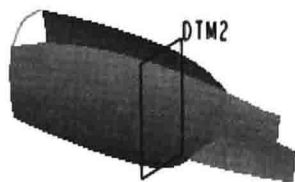

图 1.21 基准平面 2
(5) 创建图 1.21 所示的 DTM2 基准平面。单击  功能选项卡  区域中的  按钮，在弹出的菜单中选择  内部平面命令，此时系统弹出“基准平面”对话框。选取 TOP 基准平面为偏距参考面，调整偏移方向，在对话框中输入偏移距离值 80.0，单击对话框中的  按钮。